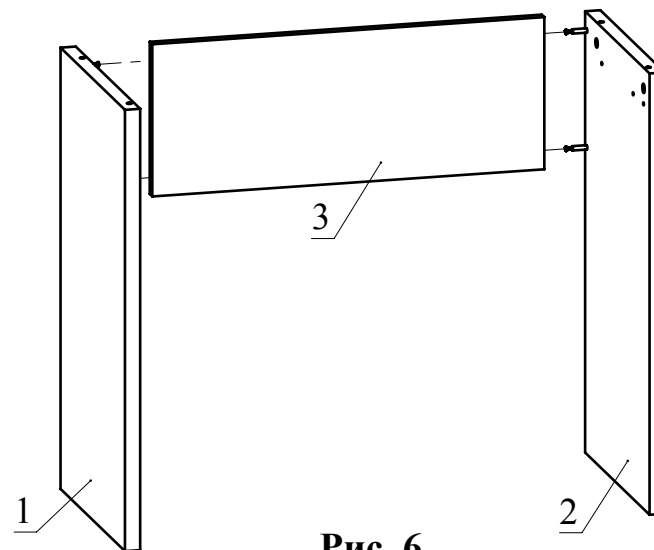

Рис. 6
5. Соедините детали 1 и 2 с деталью 3 и затяните головки минификсов (Рис. 6).